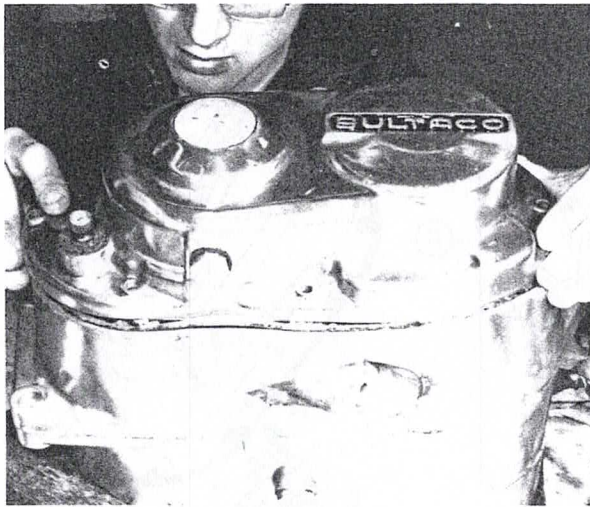

Bild 25
- Die acht Innensechskantschrauben mit Scheiben vom Primärtriebsdeckel an der rechten Kurbelgehäusesseite abschrauben und den Deckel abnehmen (Bild 25). Die Schrauben haben verschiedene Längen. Merken Sie sich die Anordnung für den Zusammenbau.